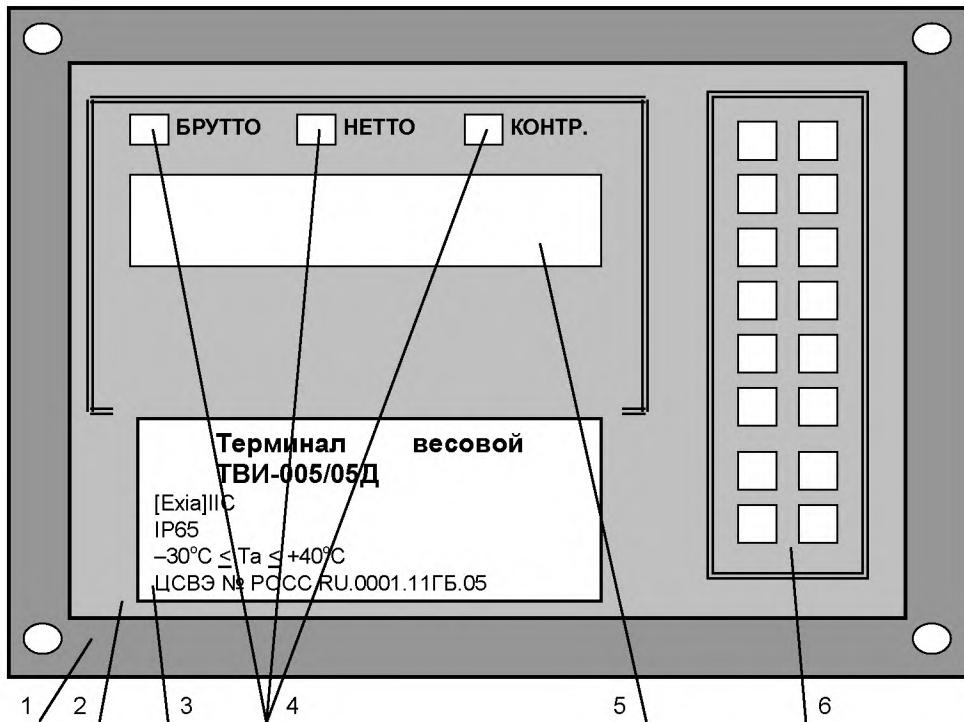
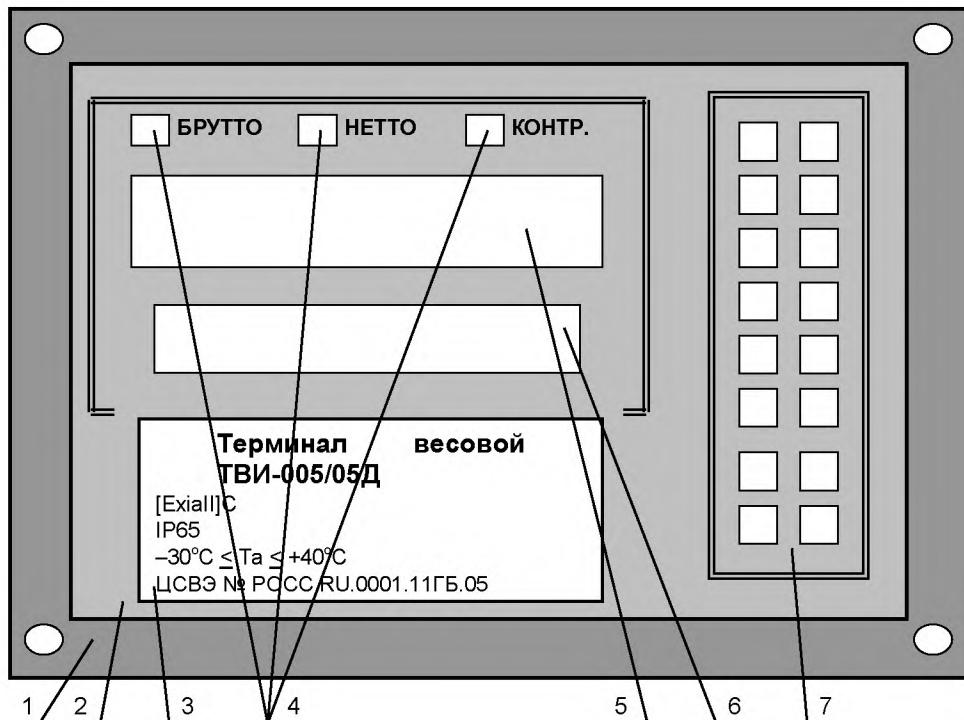
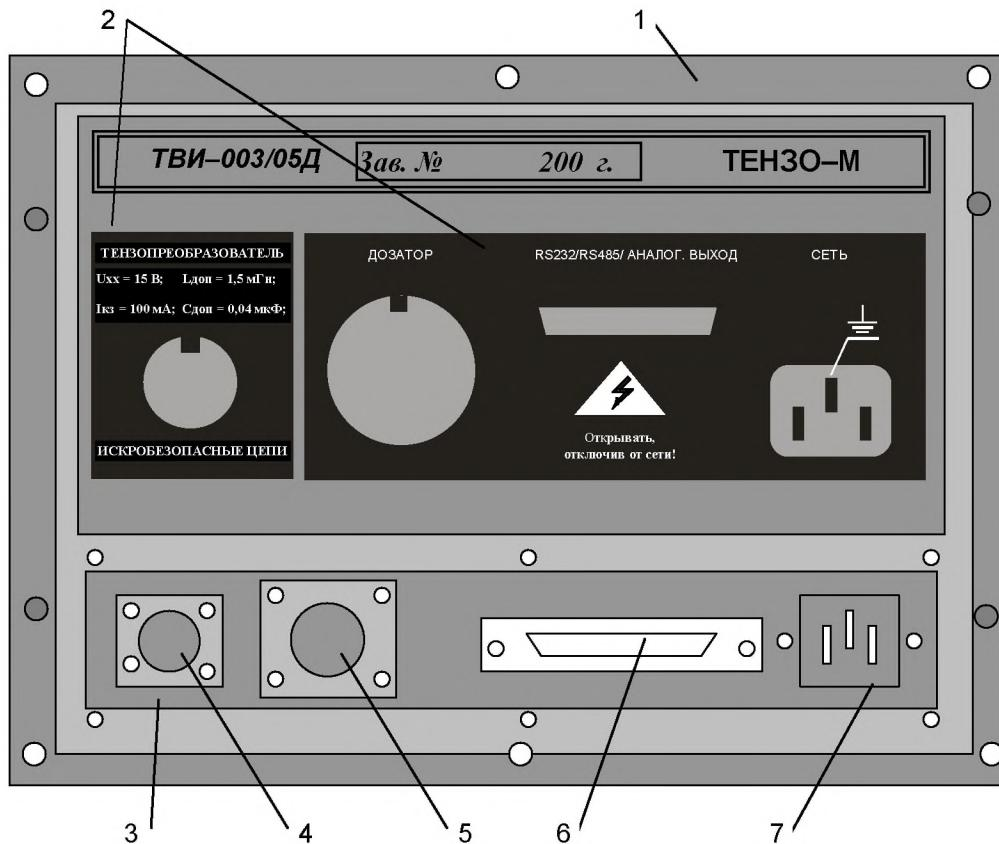

Рис. 1. Лицевая панель терминала весового ТВИ-003/05Д без вспомогательного индикатора.
Рис. 2. Лицевая панель терминала весового ТВИ-003/05Д с вспомогательным индикатором.
Рис. 3. Задняя панель терминала весового ТВИ-003/05Д.
На Рис. 1 и Рис. 2 изображены передние (лицевые) панели терминала, на Рис. 3 изображена задняя панель терминала.
- 1) Подключите внешние устройства весоизмерительной системы к соответствующим разъёмам терминала согласно рис. 3 и схемам подключения терминала, приведённым в разделах 21.2, 21.3, 21.4 настоящего руководства.
- 2) Подключите сетевой кабель терминала к соответствующему разъёму терминала (см. рис. 3) и включите терминал в сеть питания.
Перезапустить терминал с выполнением тестов и индикацией номера версии программы можно, нажав на кнопку **СБР**, расположенную на клавиатуре терминала (см. рис. 1, 2).
13.2. Разъём для подключения кабеля последовательного интерфейса расположен на задней панели терминала (см. рис. 3).